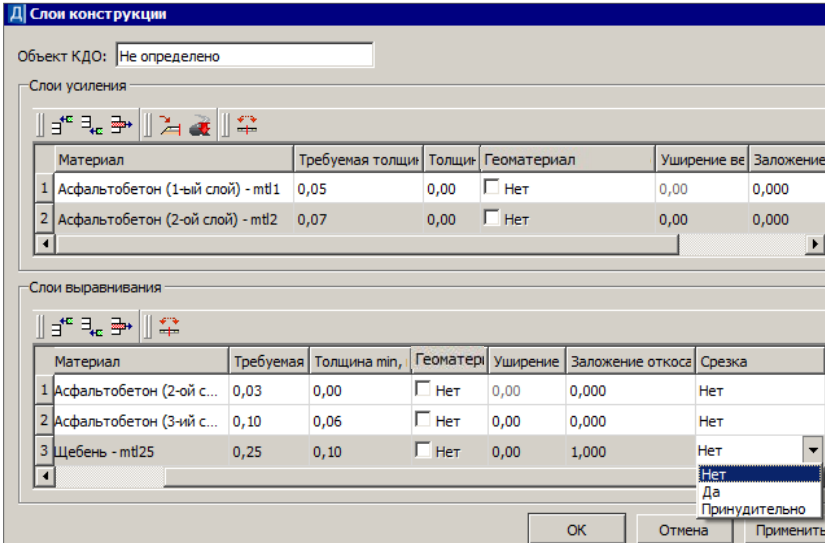

Рис. 19.21
- В строке **Слои конструкций** (**0** – количество слоёв на текущий момент) при помощи кнопки  откройте диалог **Слои конструкции** и задайте материалы и толщины слоёв усиления и выравнивания (рис. 19.21).
При послойном вводе данных с клавиатуры признак геоматериала назначается автоматически – значения *Да/Нет* в столбце **Геоматериал**. Для слоёв выравнивания главным отличием является значимость параметров **Толщина min** и **Срезка** (рис. 19.21) – они влияют на отрисовку выравнивающих слоёв на поперечнике.
В окне **Слой конструкции** для слоёв усиления и выравнивания можно применять кнопку-переключатель копирования данных с другой стороны от оси дороги **Так как справа (Так как слева)**  (рис. 19.21).